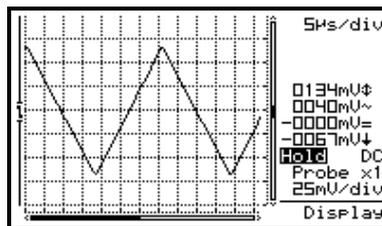

Fig 12
- **Grelha de pontos a cheio:** divide o ecrã em linhas de referência. (Fig. 12)